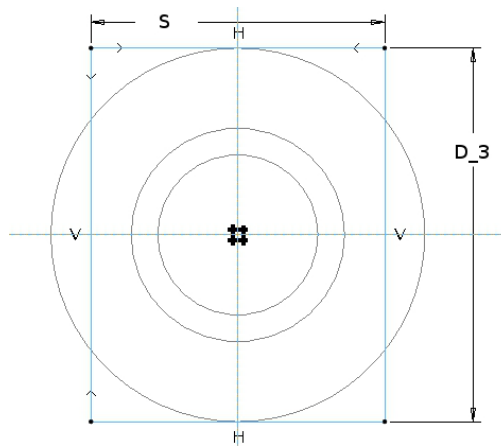

Abb. 6 Skizze des Profil-KEs der Schlüsselflächen
- ▶ Rechteck symmetrisch um die Hauptebenenreferenzen aufziehen (Abb. 6), Rechteckmaße: Höhe: **D_3**; Breite: **S**